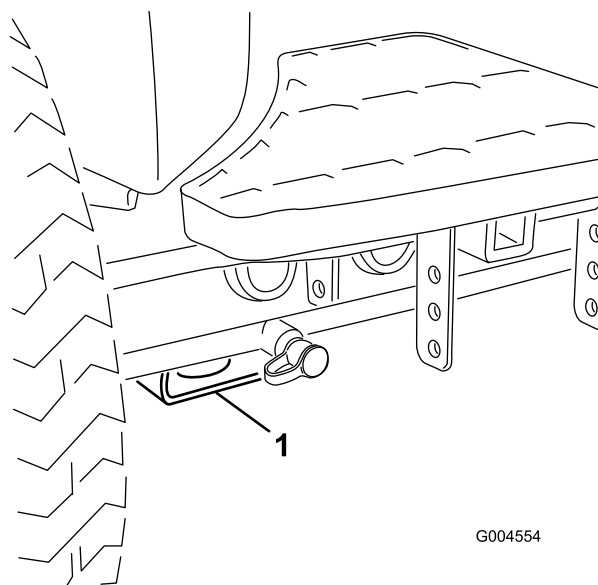

Figura 42
- Dianteira – pastilha retangular, por baixo do tubo do eixo, dentro de cada pneu dianteiro (Figura 42).